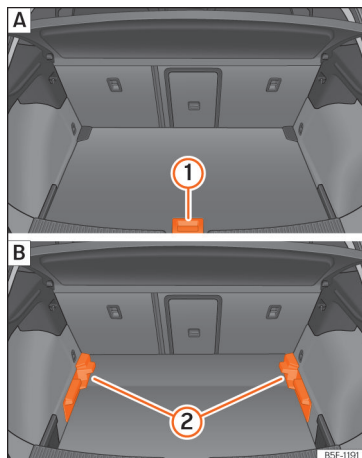

Fig. 183 Piso variável da bagageira: A) posição alta; B) posição baixa.
- Para passar da posição baixa para a alta, levante o piso pela pega »» Fig. 183 1, puxe-o para trás até que a parte dianteira do piso baixe totalmente os suportes 2.
- Para passar da posição alta para a baixa, levante o piso pela pega »» Fig. 183 1, puxe-o para trás até que a parte dianteira do piso baixe totalmente os suportes 2.
- Com o piso variável na posição alta, levante pela pega »» Fig. 183 ①, puxe-o e empurre para o encosto dos bancos traseiros até que o piso dobre pela linha da dobradiça e a parte móvel do piso assente sobre o mesmo.